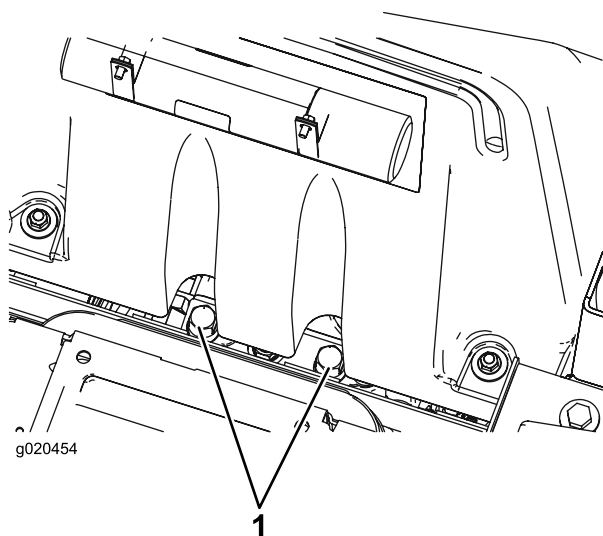

Figure 56
1. Soulevez le siège. Les vannes de dérivation se situent sous l'avant du réservoir de carburant (Figure 56).